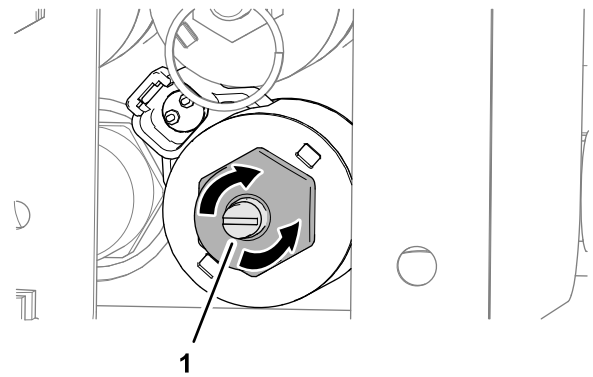

図 32
- 優先バルブの六角ヘッドねじを右に回すとフロア速度が増大する 図 32。